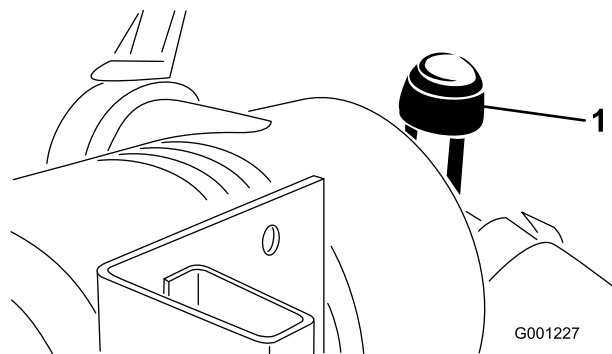

Figura 46
- Effettuate la manutenzione dell'elemento filtrante quando la spia (Figura 46) diventa rossa, oppure ogni 400 ore (più spesso in condizioni estreme di polvere o morchia). Non eccedere nella revisione del filtro dell'aria.
9. Se la spia è rossa, azzerate l'indicatore (Figura 46).